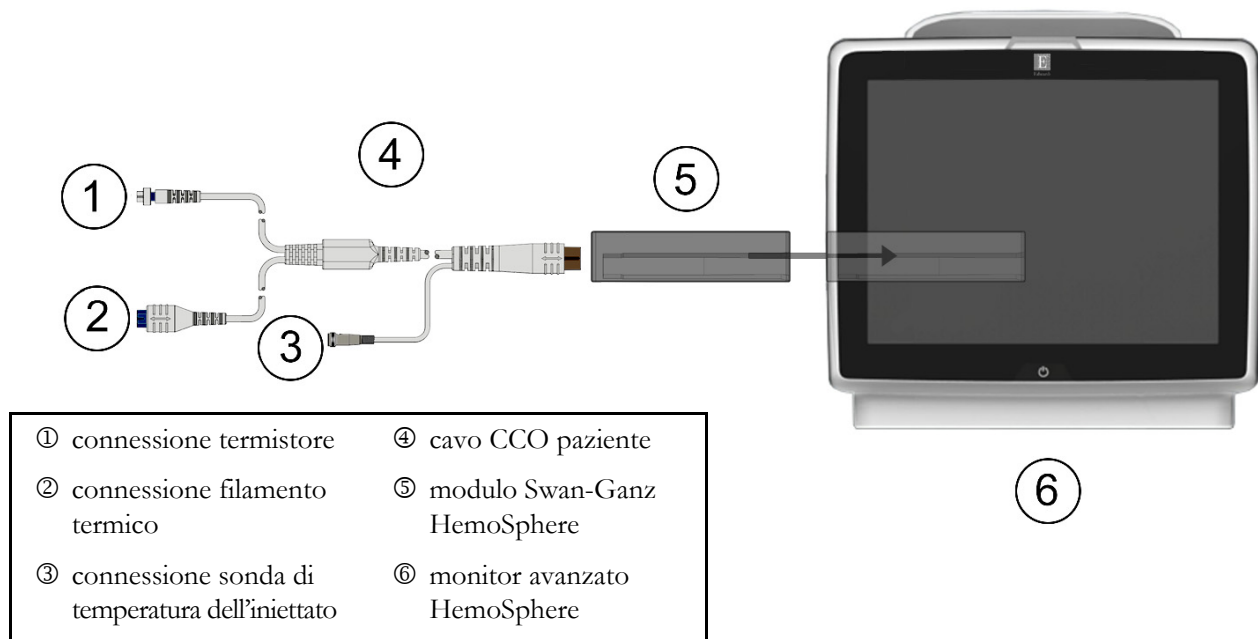

Figura 4-1 Panoramica della connessione di monitoraggio del modulo Swan-Ganz HemoSphere
Fare riferimento alla figura 4-1 per le connessioni di monitoraggio del modulo Swan-Ganz HemoSphere.
- 11 Collegare le connessioni del termistore ① e del filamento termico ② del catetere CCO Swan-Ganz (figura 4-1) al cavo CCO paziente.
- 11 Collegare la connessione del termistore del catetere Swan-Ganz (①, figura 4-1) al cavo CCO paziente.
- 12 Collegare la sonda di temperatura dell'iniettato al connettore della sonda di temperatura dell'iniettato ③ sul cavo CCO del paziente. Il tipo del sistema di iniezione (in linea o a immersione) viene rilevato automaticamente.
- 11 Collegare le connessioni del termistore ① e del filamento termico ② del catetere volumetrico Swan-Ganz (figura 4-1) al cavo CCO paziente.